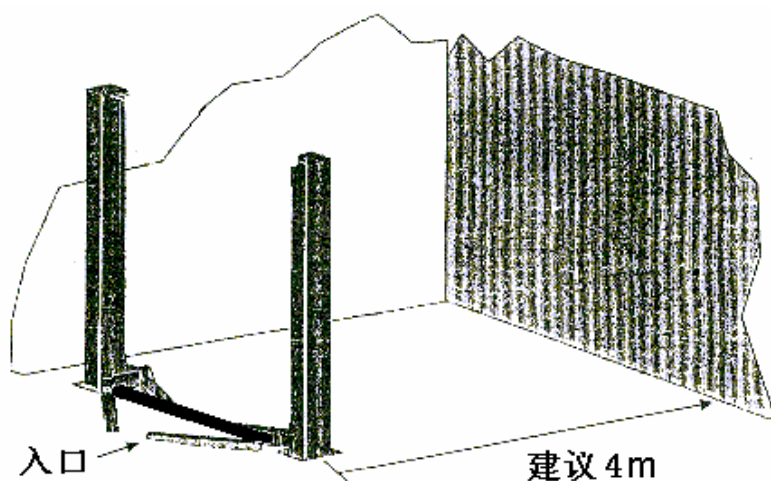

图 6
- 升降机的前后应留有足够的空间以容纳所有的车辆（如图 6）（从中心线算起各边大约 4m）。